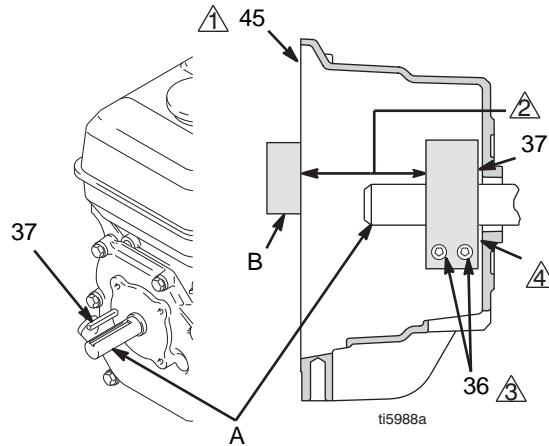

FIG. 10
- FIG. 10. Løsne to skruer (36) på klemmen (38),
- Press skrutrekkeren inn i slissen i klemmen (38) og fjern klemmen.
- FIG. 10. Monter motorens akselkile (37).
- Bank klemmen (38) på motorakselen (A). Oppretthold dimensjonen som er vist i notat 2. Skråkanten må vende mot motoren.
- Sjekk dimensjonene: Legg et stift og ett stykke stål (B) over clutchhusets (45) overflate. Bruk en nøyaktig måleanordning for å måle avstanden mellom stålstykket og klemmens overflate. Klemmen justeres etter behov og de to skruene (36) trekkes til med et moment på 125 ± 10 in-lb ($14 \pm 1,1$ N·m).
- Monter ankeret (39) på motorens drivaksel.
- Monter fire skruer (36) og låseskiver (35) med et tiltrekningsmoment på 125 in-lb.